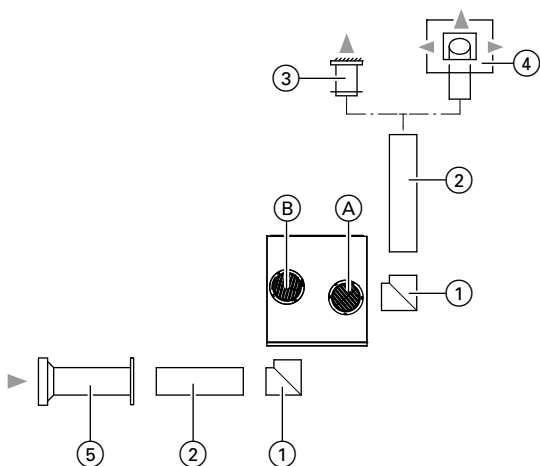

Abb. 14
1. Einzelne Leitungselemente mit Verbindungsstücken oder Muffen zusammenstecken (siehe Systemdarstellung Abb. 14).